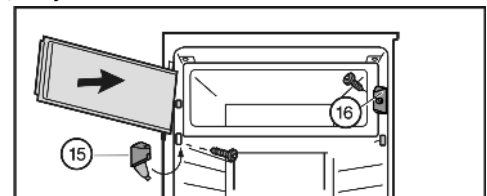

Fig. 7
- ▶ Встановіть замок Fig. 7 (16).
- ▶ Встановіть опорний кронштейн Fig. 7 (15) і закрийте кришку.